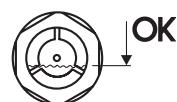

Figura 5:
- Inserire l'olio lentamente con l'ausilio della siringa. Ci vogliono da 5 a 10 minuti prima che l'olio raggiunga lo stesso livello in entrambi gli scomparti. La quantità di olio è giusta, quando il livello dell'olio stesso si trova nella terza parte inferiore del tubo di livello (Figura 5). La quantità di olio richiesta dipende alla posizione di montaggio, valori indicativi riportati nelle Tabelle 3 e 4.